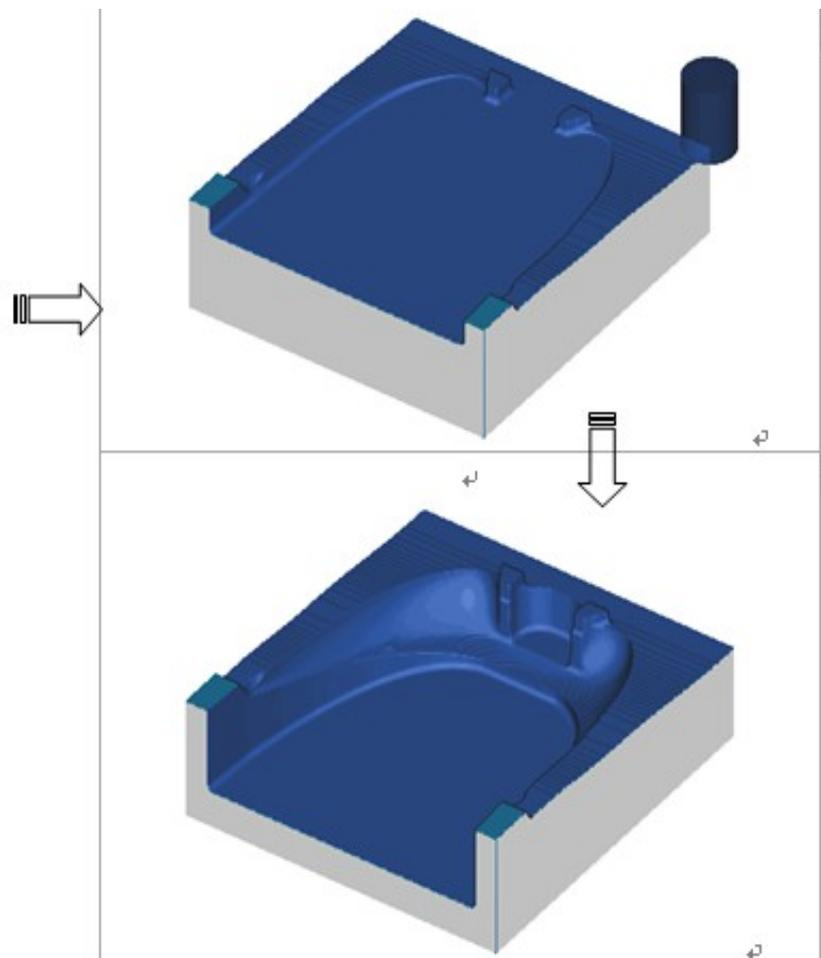

图3-40 实体模拟验证。
- 步骤 2：在【加工操作】工具条中单击【检验刀轨】按钮，弹出【刀轨可视化】对话框，接着选择选项，然后单击【播放】按钮开始进行实体验证，如图 3-40 所示。